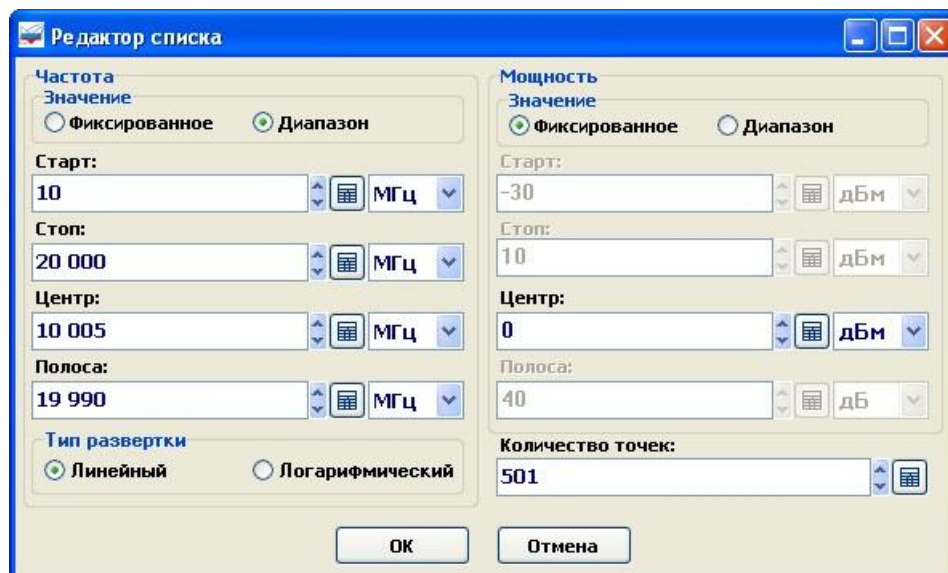

Рисунок 7.7 – Редактор списка
- 2) в появившемся диалоге (рисунок 7.7) задать параметры сегмента списка, нажать «Ок»;
- в) в появившемся диалоге (рисунок 7.7) задать параметры сегмента, нажать «Ок»;